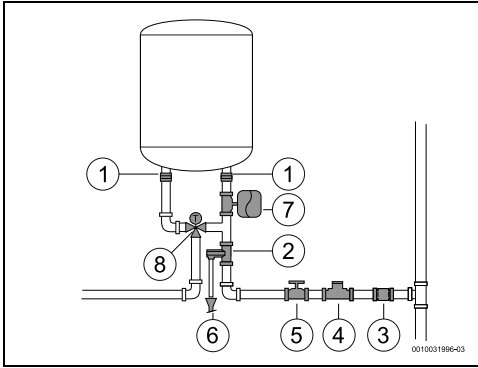

Fig. 10 Conexión de agua
- ▶ En caso de usar tubos PEX, instalar una regulación termostática (fig. 10, [8]) en la tubería de salida del aparato. Ajustarla para cumplir con el rendimiento del material usado.
- No instalar nunca accesorios (diferentes a los que se muestran en la fig. 10) entre la válvula de seguridad y la entrada de agua fría (lado derecho) del aparato.
- Instalar un reductor de presión (fig. 10, [4]). La válvula de seguridad se activará siempre que la presión de agua dentro del aparato se sitúe por encima de 8 bar (± 1 bar), por lo que será necesario planificar una forma para vaciar esta agua.
- Instalar un vaso de expansión (fig. 10, [7]) para impedir que la válvula de seguridad se abra con tanta frecuencia. El volumen del vaso de expansión debería ser equivalente al 5 % del volumen del aparato.